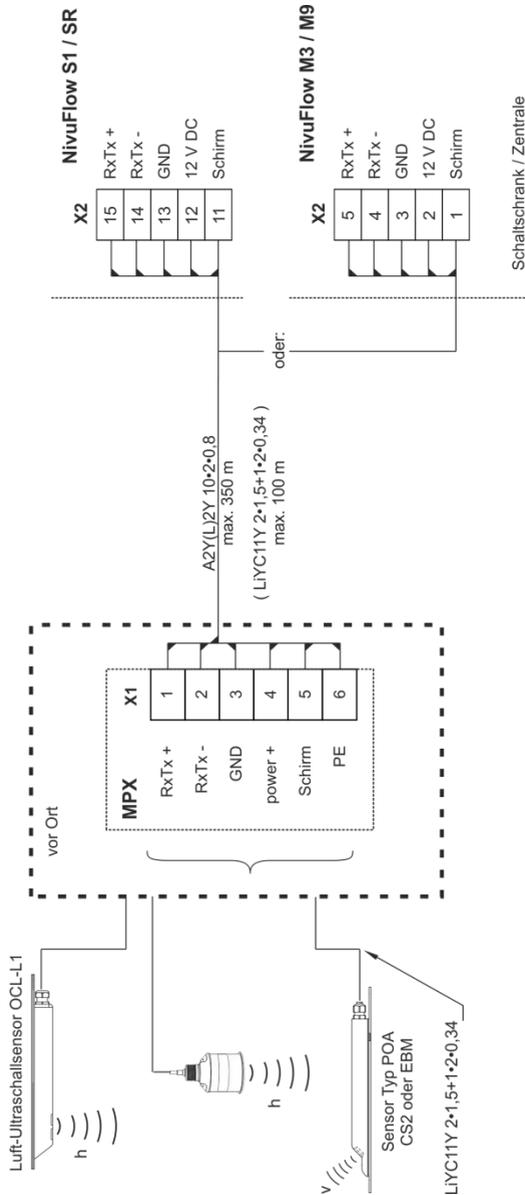

Abb. 13-2 Anschluss MPX ohne ext. Stromversorgung an NivuFlow
- 100 Meter (siehe Abb. 13-2)
Für Entfernungen ≤ 350 m zwischen MPX und dem Messumformer NivuFlow sollte ein Fernmeldekabel Typ A2Y(L)2Y 12x2x0,8 (oder höhere Adernzahl) bzw. technisch adäquate Typen verwendet werden (siehe Abb. 13-2).